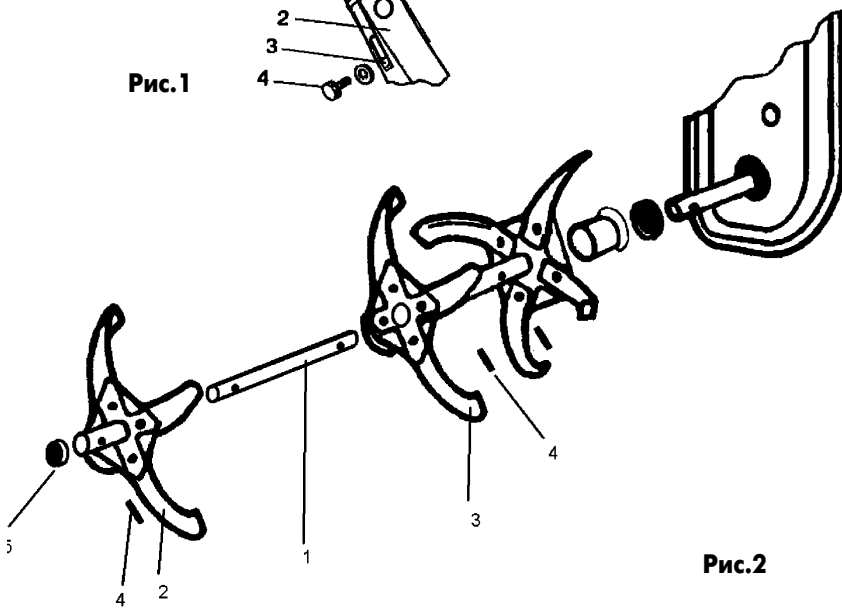

Рис. 2
Предметом особого внимания являются орудия обработки почвы. В базовый комплект культиватора "Евро-2" входят две двойные фрезы и окучник. Фрезы устанавливают по обе стороны редуктора, они обеспечивают обработку почвы полосами шириной 36 см. Однако, купив дополнительно еще две одиночные фрезы и комбинируя их с двойными, можно изменять ширину обработки (установка двух одиночных фрез дает "захват" в 16 см, одной одиночной и одной двойной - в 25 см). Это удобно при обработке междурядий различной ширины. В то же время мощности двигателя и прочности редуктора хватает для того, чтобы расширить полосу обработки до 46-50 см. Для этого необходимо соединить попарно с помощью трубчатого удлинителя (1) (рис. 2) одиночную (2) и двойную (3) фрезы. Удлинитель вставляют в полые оси фрез и закрепляют шпильками (4). Заметим, что работать с шестью фрезами следует только на достаточно легких почвах и не на слишком напряженных режимах (культивация, прополка).